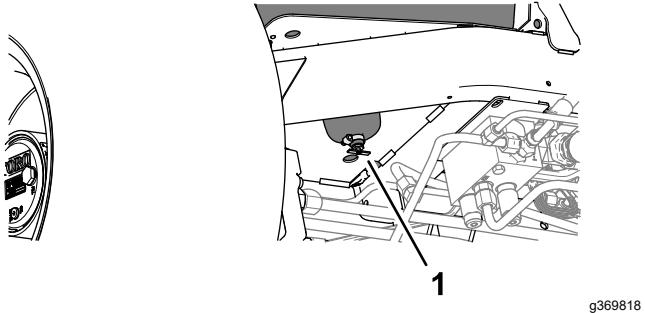

Figure 84
2. Placez un bac de vidange sous la vanne de vidange au fond du réservoir de carburant (Figure 84).